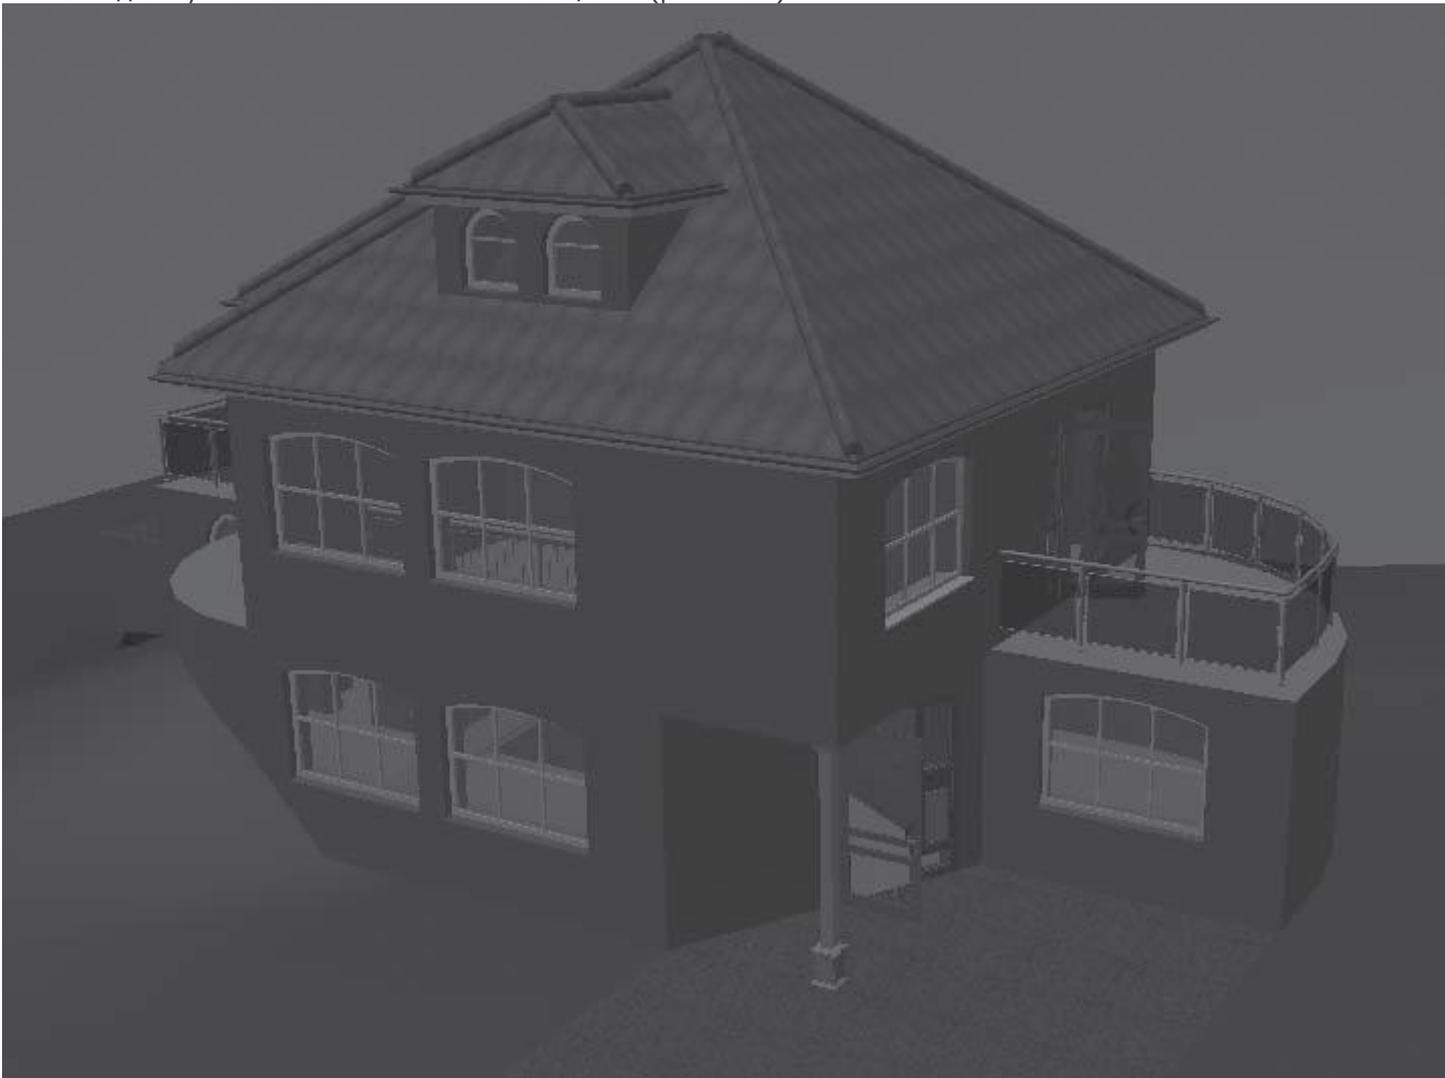

Рис. 5.11. Модель дома при ночном освещении
– в модели устанавливается ночное освещение (рис. 5.11).